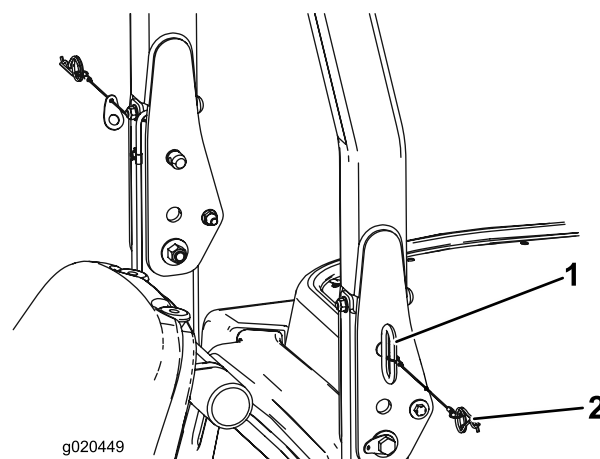

Figura 32
1. Para baixar a barra de segurança, remova o contrapino e os dois pinos (Figura 32).